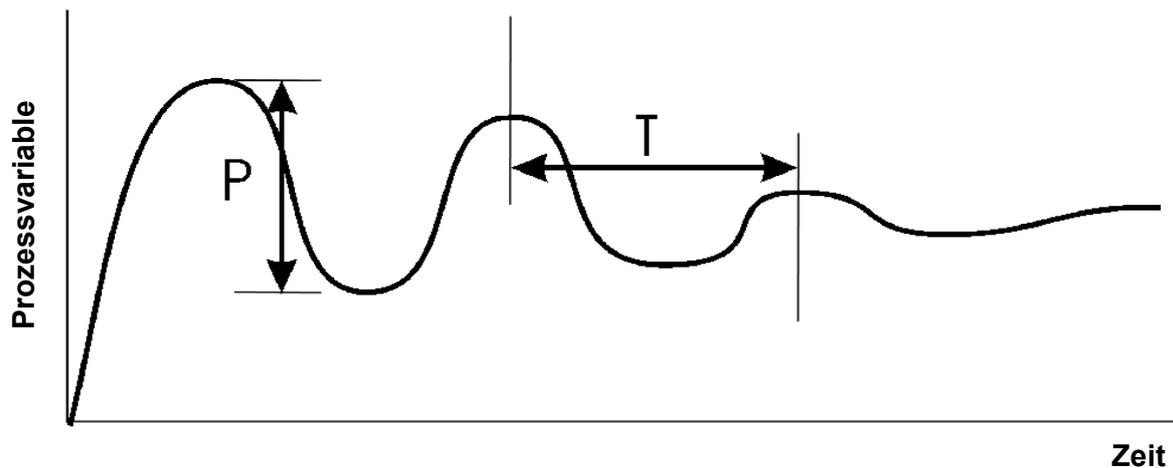

Bild 35 - Manuelle Regelungabstimmung
1. Stellen Sie den Sollwert (SP) auf den normalen Betriebswert ein (oder auf einen niedrigeren Wert, falls ein zu starkes Überschießen des Istwertes für den Prozess schädlich sein könnte).
2. Wählen Sie EIN / AUS-Regelung (d.h. Einstellung  $Pb_P = 0$ , Porportionalband (PB) = 0%).
3. Starten Sie den Prozess. Die Prozessvariable bzw. der Istwert "schwingt" um den Sollwert herum. Beachten Sie (a) die Spitze zu Spitze -Abweichung im ersten Zyklus, d.h. den Unterschied zwischen dem höchsten Wert beim ersten Überschwingen und dem niedrigsten Wert beim ersten Unterschwingen, und (b) den Zeitwert dieser Schwingung (T) in Minuten. Siehe auch Bild 35 - manuelle Einstellung.